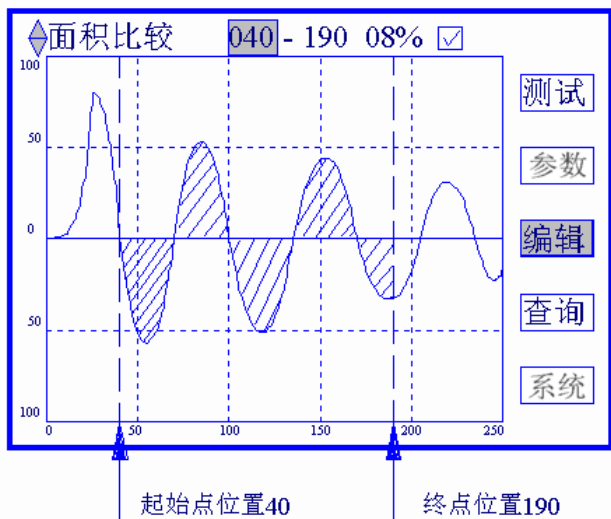

图 3
5.3、按“”键，左边有一根竖虚线向右移动同时数据相应变动，按“”键，竖虚线向左移动同时数据相应变动。该线为面积比较的起始线，设定位置可参考图 3：
5. 5、按 “^” 键，右边有一根竖虚线向右移动同时数据相应变动，按 “v” 键，竖虚线向左移动同时数据相应变动。该线为面积比较的终点线，设定位置可参考图 3：